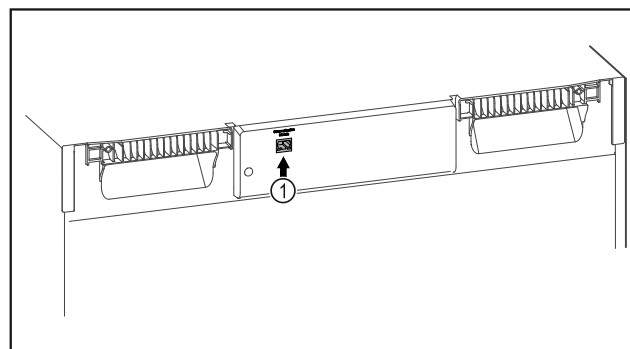

Fig. 131
- SmartModule Fig. 131 (1) inserito.